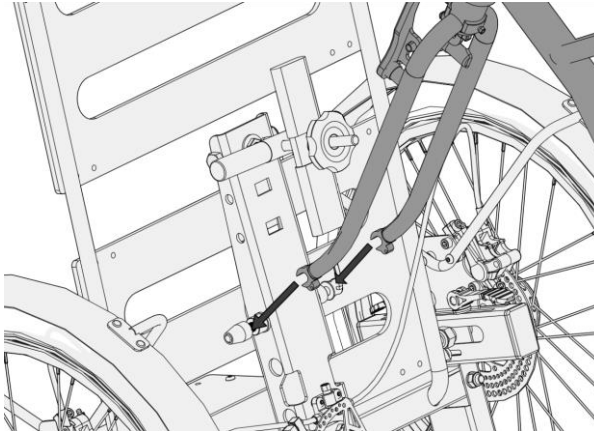

Figure 35 - Mise en place de la fourche
- Soulevez la fourche de votre vélo et placez les pattes de fourche sur l'axe de fixation de l'AddBike+ de part et d'autre des adaptateurs positionnés sur la plaque (Cf. figure 35) ;